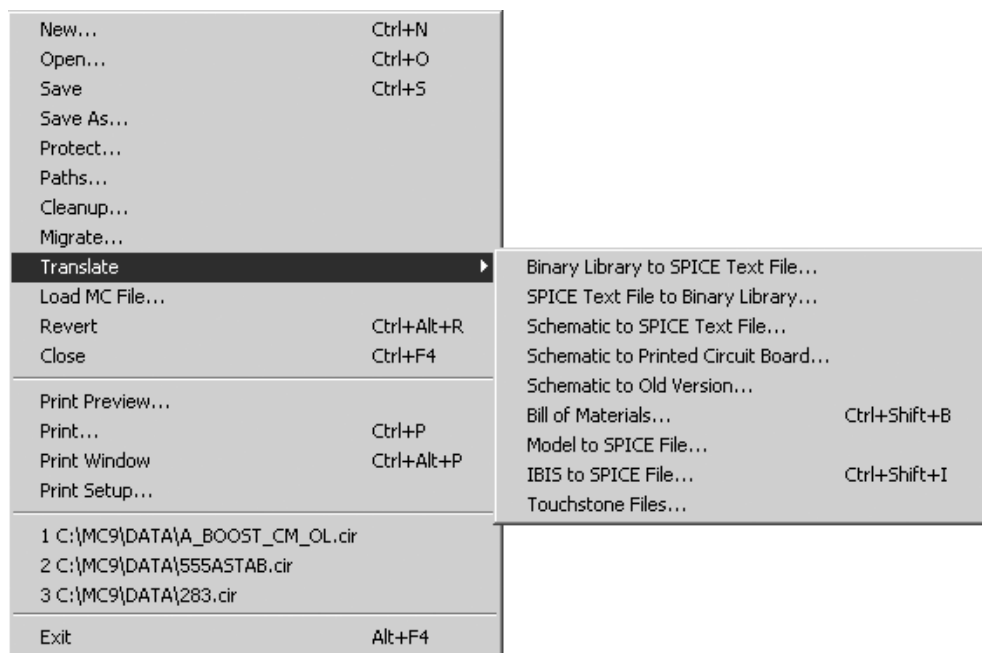

Рис. 3.2 – Пункты меню **FILE**
3.3.3 Пункт меню FILE (рис. 3.2)